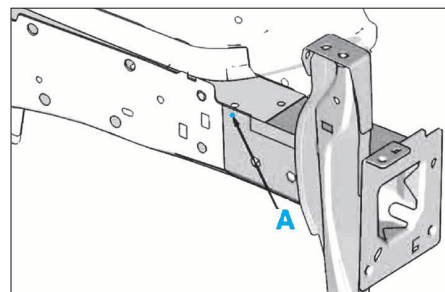

FIG. 6
- Dépointer aux endroits indiqués A, B et C (Fig.6 et 7).